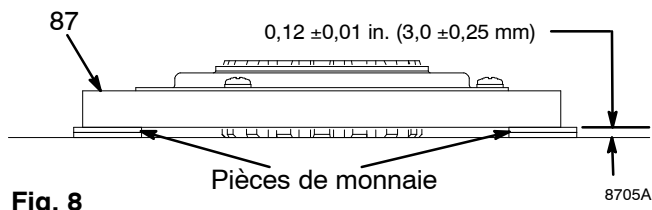

Fig. 8
1. Fig. 8. Poser 2 fois 2 pièces de monnaie sur la surface lisse de l'établi.
2. Déposer l'induit (87) sur les pièces de monnaie.